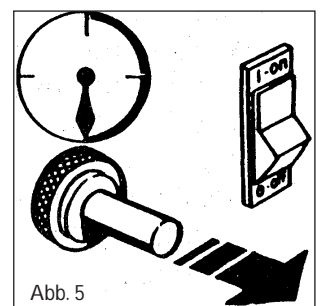

Abb. 5
- Lorsque l'appareil est allumé, maintenir le bouton de la vanne pressé pendant 10 secondes environ (Fig. 5).
- Nach dem Anspringen den Ventilknopf 10 Sek (Abb. 5) lang gedrückt halten. Sollte nach dem Loslassen des Knopfes der Heizer ausgehen, eine Minute warten und dann die Zündungsprozedur wiederholen, indem der Ventilknopf etwas länger gedrückt wird.